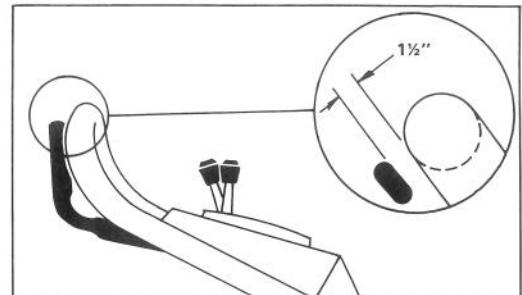

Figure 16
2. Levez la barre de commande jusqu'à ce qu'une résistance se fasse sentir. La barre de commande doit se trouver à 38 mm du guidon lorsque le réglage est correct (Fig. 16).